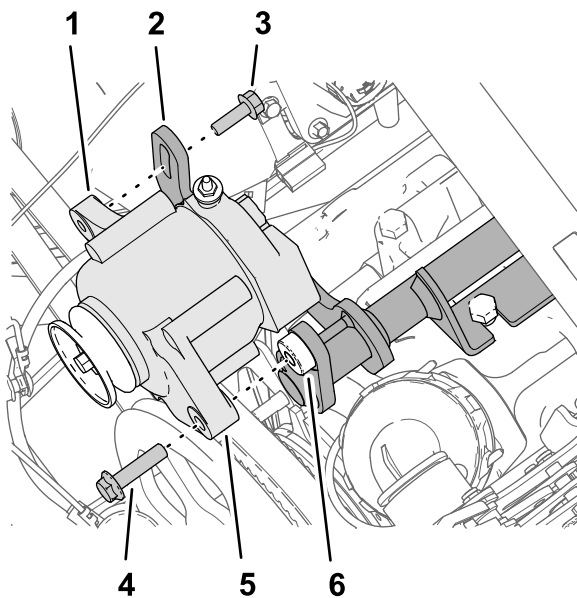

Figura 182
1. Montate l'alternatore (60 A) sull'attacco filettato della staffa dell'alternatore (**Figura 182**) con il bullone a testa flangiata ($\frac{3}{8}$ " x $1\frac{1}{2}$ ").
2. Montate la flangia filettata dell'alternatore sulla flangia scanalata della staffa dell'alternatore (Figura 182) con il bullone a testa flangiata (8 x 25 mm).